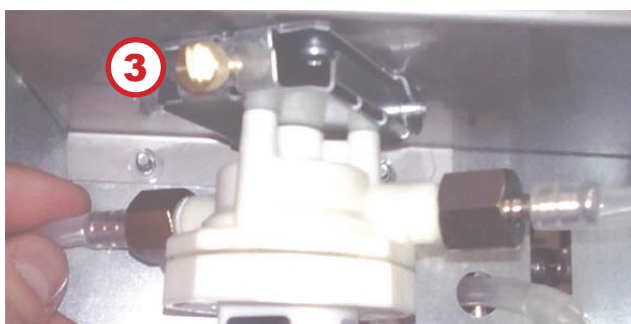

Рисунок 11.6
4. Отверните винт (**3**) (см.рис.11.6).